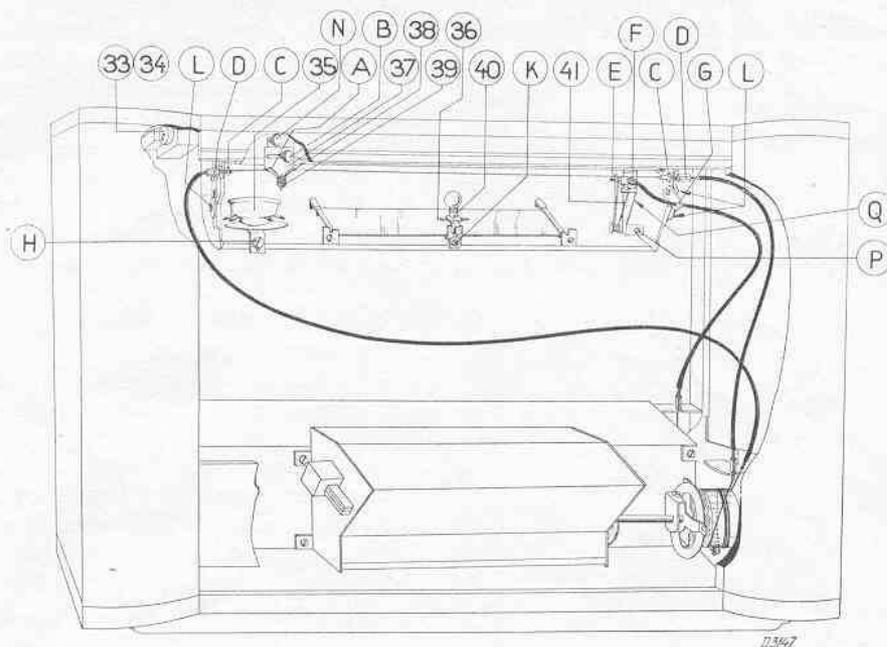
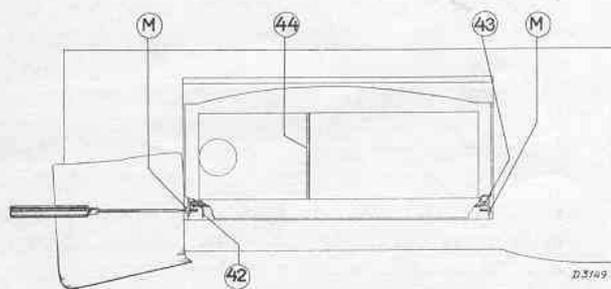

Fig. 7
Fig. 9
Le déboîtage du châssis (voir fig. 7).
5. La position exacte des cables d'entraînement est indiquée dans la fig. 7.
2. Dévisser d'un tour les petits boulons L (fig 7) et repousser le cadran par sa partie avant jusqu'à ce que les 2 vis M (fig. 9) sur le dessus de l'appareil, apparaissent.
1. Dévisser la vis moletée N (fig. 7). L'aiguille et son petit étrier de serrage sont ainsi libérés et peuvent être sortis du cadran.
Celui-ci est fourni d'un seul ensemble. Après avoir dévissé les vis P et Q (fig. 7), on peut accéder facilement à cet ensemble et on peut transférer facilement les câbles à coulisse vers le nouvel indicateur. Lorsque les flèches lumineuses sur le cadran au moment de commuter sur une autre gamme d'ondes, restent partiellement masquées; il convient de vérifier s'il n'y a pas de pli dans le câble à coulisse.